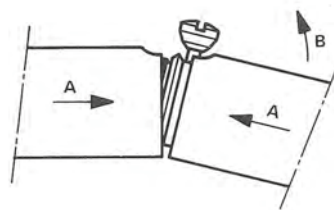

Fig. 11.
- Dévisser l'écrou de serrage (12) jusqu'à sa butée.
- Incliner et assembler en effectuant une pression en direction A et un mouvement en direction B (Fig. 11).
- Serrer légèrement l'écrou (12).
- Aligner les deux blocs supports (11) en posant l'instrument sur une surface adéquate.
- Serrer tous les écrous (12).